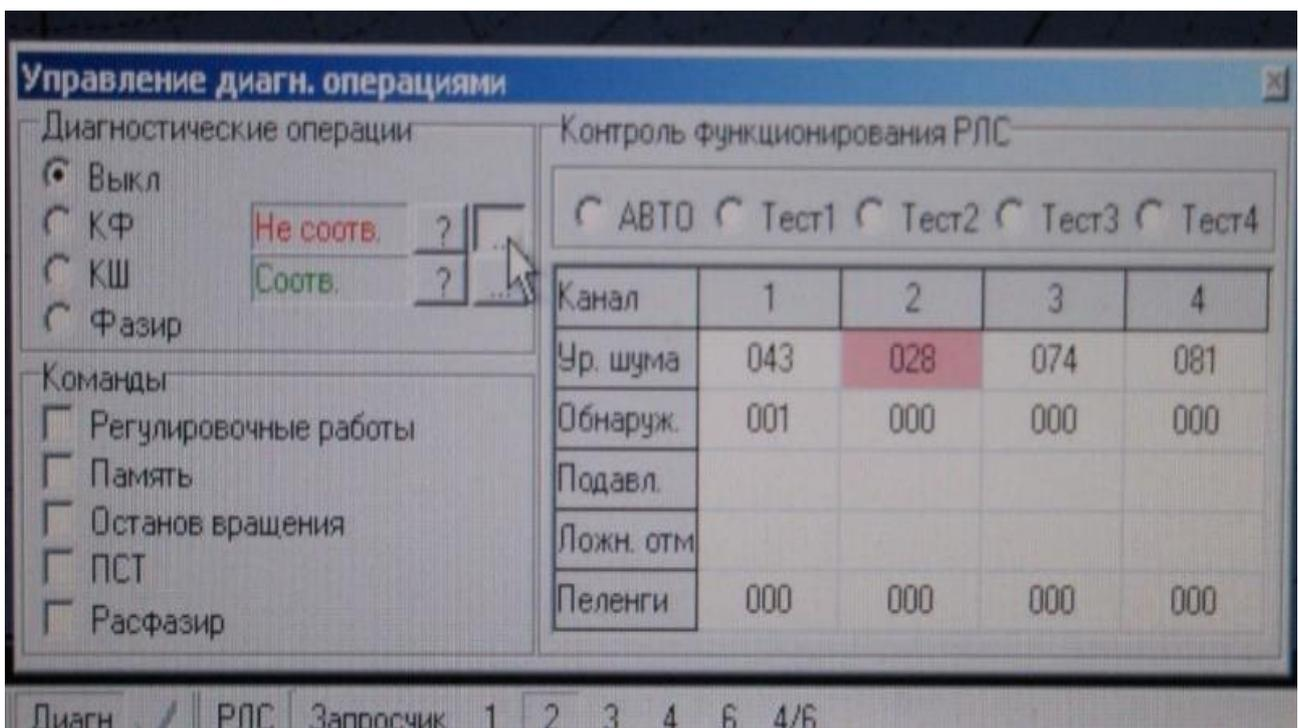

Рис. 6.21. Дополнительное окно управления диагностическими операциями
1. Щелчком по кнопке , расположенной напротив кнопки «КФ/АВТ», раскрыть дополнительное окно управления (рис. 6.21).